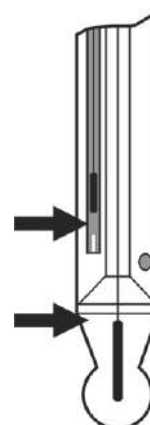

Рис. 3
**4.5** Убедиться в отсутствии воздушных пузырей в местах, показанных стрелками на рис.3, и при необходимости удалить их встряхиванием (как встряхивают медицинский термометр), при этом пузыри должны переместиться в верхнюю часть электрода.